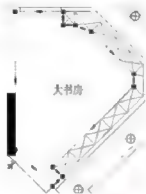

图 8-31
**步骤6:** 将“DD-吊顶”图层设置为当前图层。使用多段线工具 $\rightarrow$ ，绘制如图8-31所示的闭合多段线。